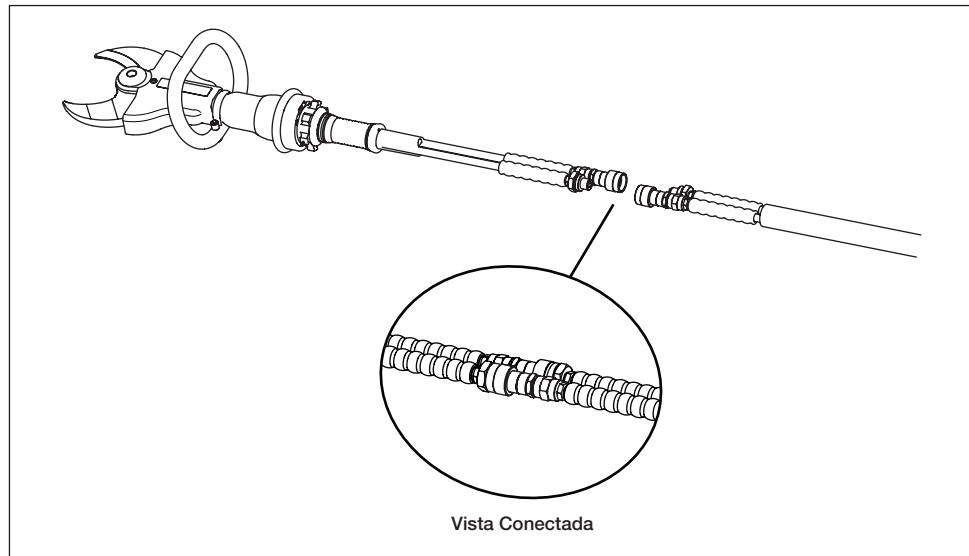

Figura 2, conexões hidráulicas no cortador
Repita as etapas 3 a 6 para cada conexão hidráulica. Veja a Figura 2 para detalhes de suspensão.
2. Garanta que não há pressão residual no circuito hidráulico. Se houver pressão, descarregue a pressão de acordo com as instruções na ficha de instruções da bomba. Repita as etapas 3 a 5 para cada conexão hidráulica. Veja a Figura 2.